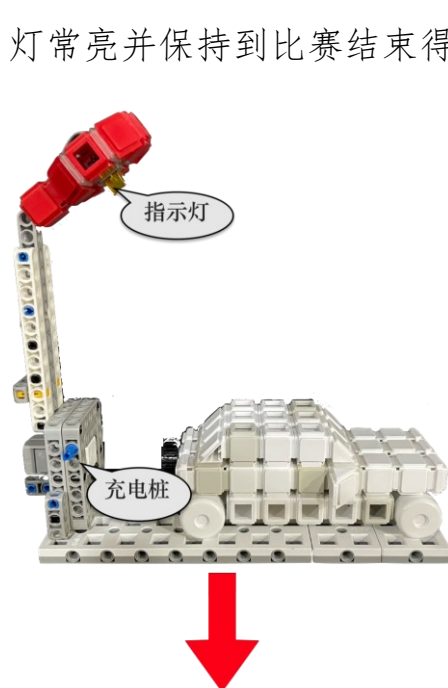

图 1-13-1：初始状态
1.13.1 新能源汽车的初始位置为位置 11，如图 1-13-1 所示。